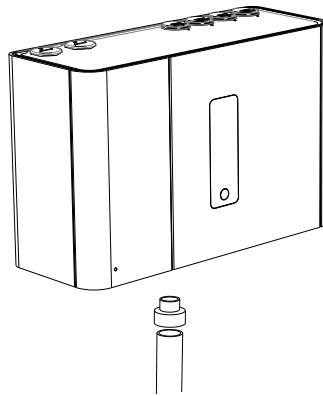

Figure 3-2: Adaptateur de tube (impérial) (VSP-961)
Le port d'échappement d'air est conique afin de s'adapter aux tubes standard de 25 mm de diamètre extérieur (DE) (21 mm de diamètre intérieur (DI)) et garantir une étanchéité correcte. Les tubes de 3/4 de pouce IPS (DE de 1,05 pouce) requièrent un adaptateur (VSP-961), tel qu'indiqué dans la Figure 3-2. Si nécessaire, connectez un tube à la sortie du collecteur d'échappement. NE COLLEZ PAS ce tube au collecteur d'échappement, car cela constitue une condition d'annulation de la garantie.